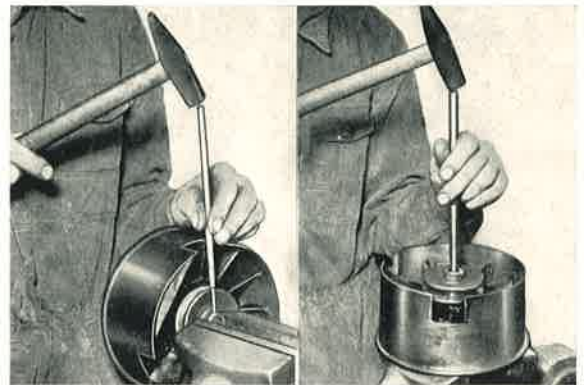

Bild 212: Mit dünnem Dorn wird d. Spannstift d. Riemenscheibe, mit dickem Dorn die Achse herausgeschlagen.
2. Spannstift für Riemenscheibe mit Dorn heraus schlagen (Dorn 4 mm, Hammer) (Bild 212 links).
3. Achse aus Lagerung heraus schlagen (Dorn 12 mm, Hammer) (Bild 212 rechts).